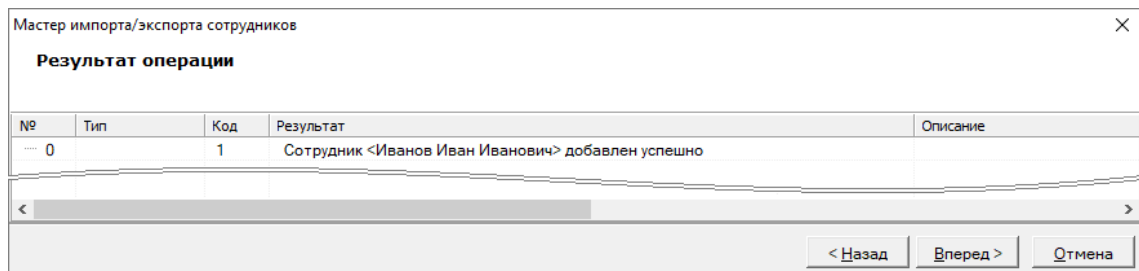

Рисунок 14-60 Отчет о результатах импорта
- 12) В шаге «Результат операции импорта» (см. п. 14.4.5) просмотреть отчет о результатах импорта, в примере – добавление сотрудника (см. Рисунок 14-60);